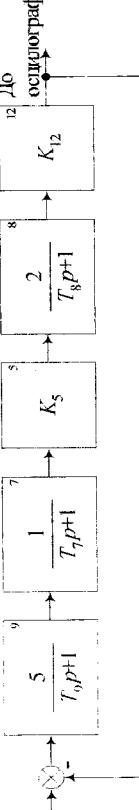

Рис. 7
1. Зiбрати динамiчну системu стабiлiзацiї напруги за схемою, що зображенa на рис. 7.